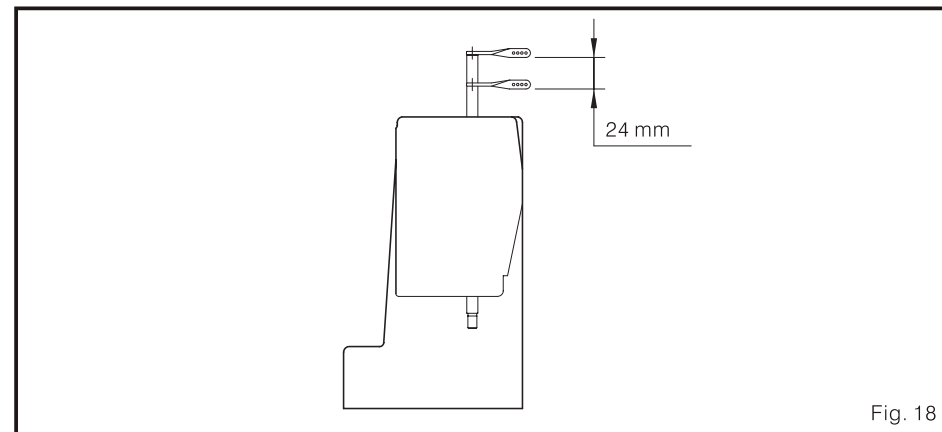

Fig. 18
1. A relação de coordenação entre o puxador posterior, é que o mencionado começa a girar quando os movimentos de barra agulha para cima uns 24 mm do ponto morto inferior. (Fig. 18)